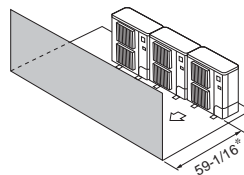

Fig. 2-10
- ③ Obstacles uniquement à l'arrière (Fig. 2-10)